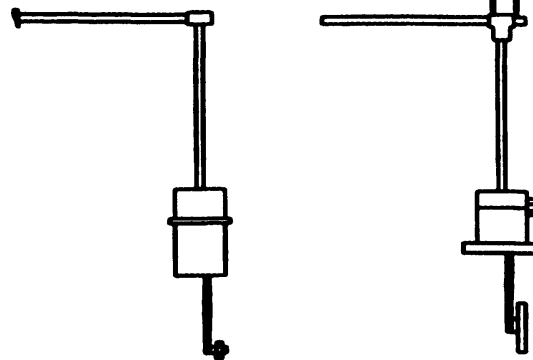

Рис.4
4. Машина "SHORTSTOPP 60" (рис.4) предназначено для отключения участков трубопровода при их замене или обрезке, установке на фитингах (рис.1,2) концевых пробок для отглушения фитингов, а также при необходимости удаления концевых пробок, ранее установленных на фитингах. Машина предназначено для работы на трубопроводах с давлением до 4 бар.
5. Полнопроходные временные задвижки "SHORTGUTT" используются для работы со сверлильными машинами (рис.3) и машинами для перекрытия сечения трубопроводов (рис.4).